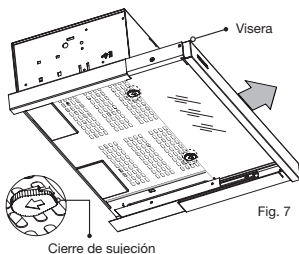

Fig. 7
- Tome la campana y desplace la visera hacia el frente, retire el soporte filtro, presionando los dos cierres de sujeción en el sentido que indican las flechas y hale hacia abajo, ver fig.7.